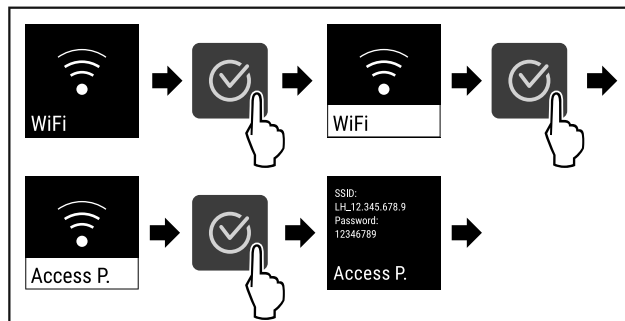

Fig. 84
- ▶ Eseguire i passaggi (vedere Fig. 84).